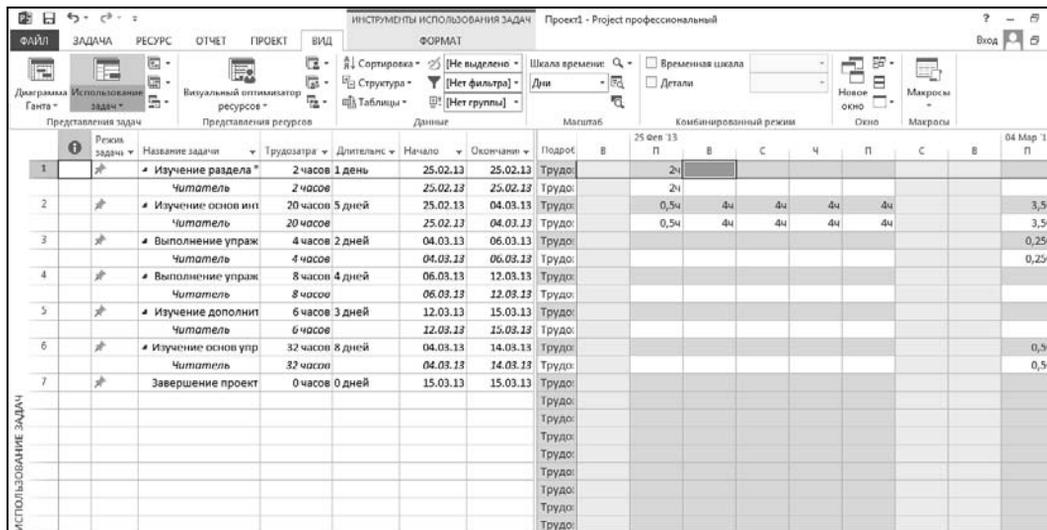

Рис. 4.5. Фрагмент представления **Использование задач**
- ◆ **Использование задач¹** (рис. 4.5).